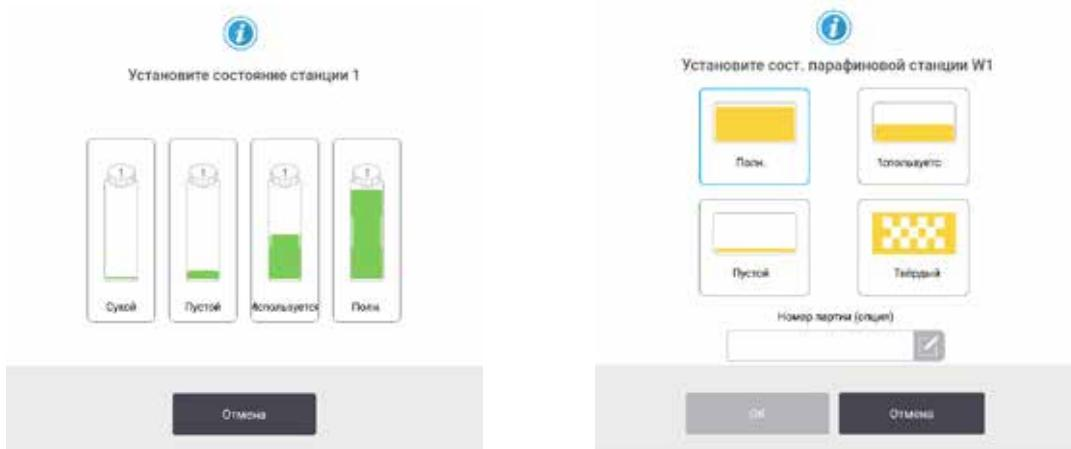

Рис. 73
- Нажмите соответствующий значок в открывшемся диалоговом окне (→ Рис. 73).